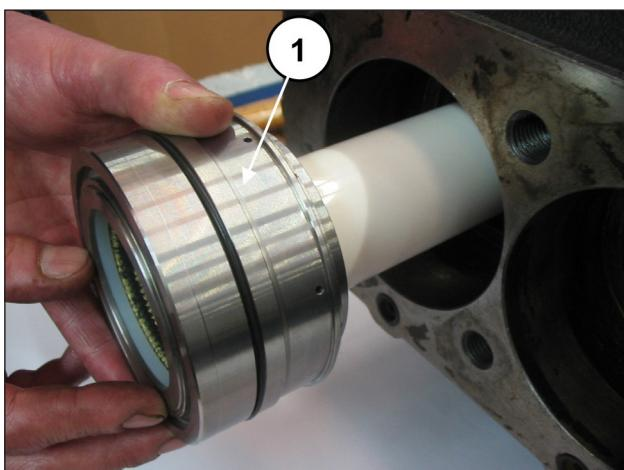

Abb. 180
Montieren Sie den O-Ring in das Pumpengehäuse (Pos. ①, Abb. 179) und anschließend die vorab zusammengebaute Gruppe Buchse-Dichtungshalter (mitsamt O-Ring) bis auf Anschlag (Pos. ①, Abb. 180).